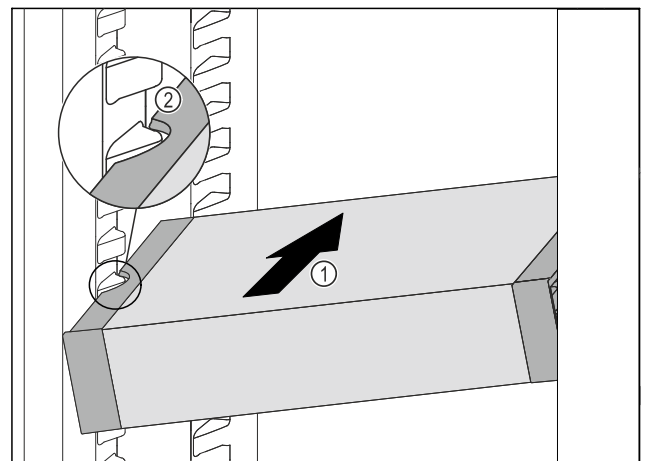

Fig. 58
- ▶ VarioSafe schräg in das Kühlteil einschieben Fig. 58 (1), bis sich die seitlichen Aussparungen Fig. 58 (2) des VarioSafes auf Höhe der Behälterrippe im Kühlteil befinden.